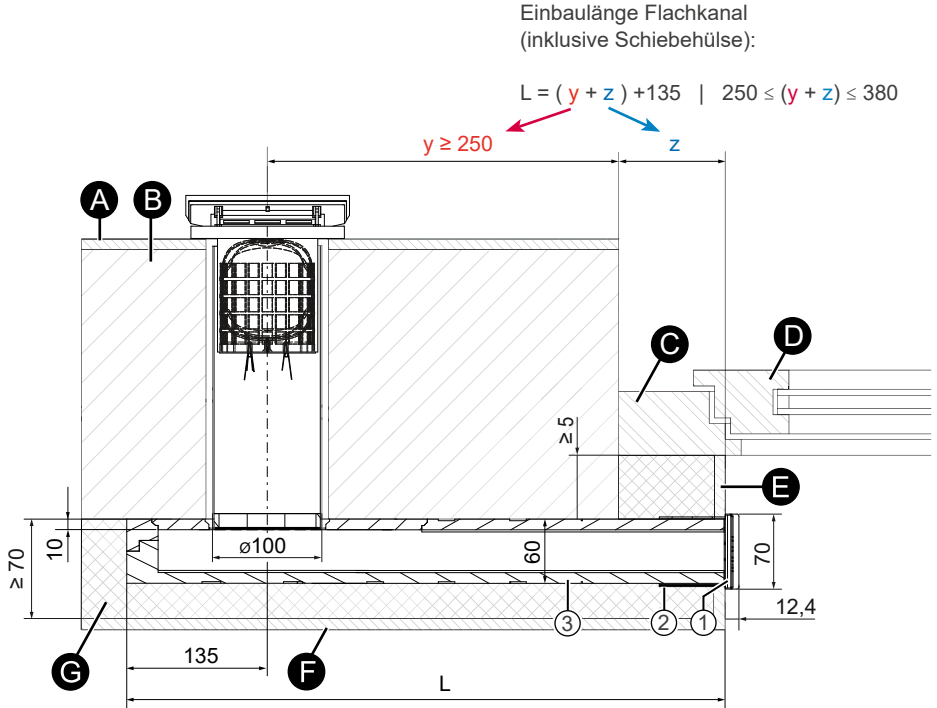

Abbildung 9: Schnittzeichnung, beispielhaft dargestellt Lüftungsgerät aV100-ALD Corner (Draufsicht)
2) Siehe Schnittzeichnung (☐ 12 f., Abb. 9/10)